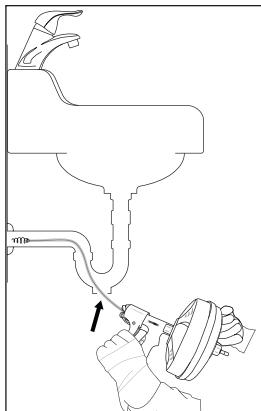

Fig. 1
- ▶ Preparare l'apparecchio e l'area di lavoro secondo queste istruzioni per ridurre il pericolo di lesioni causate da scosse elettriche, incendio, rovesciamento dell'apparecchio, torsione o rottura della spirale ⑧, sostanze chimiche, infezioni e altre cause, nonché per evitare il danneggiamento dell'apparecchio.
- In altri lavandini è possibile che si renda necessario rimuovere un tappo di pulizia o un sifone (vedere fig. 1). Assicurarsi di posizionare un contenitore sotto l'apertura di pulizia o sotto il sifone per raccogliere l'acqua che esce.